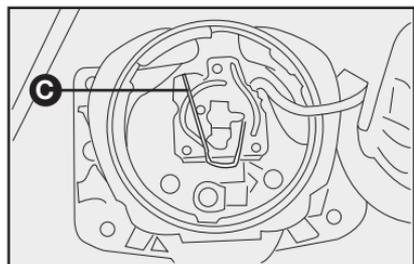

fig. 43
- 3) Saque el conector y enseguida el portalámpara, presionando el seguro **C-fig. 43** hacia delante abriendo lateralmente hacia la derecha;